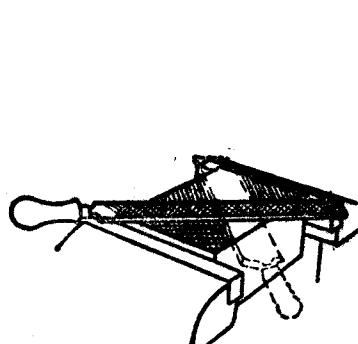

图 1-12 交叉锉
2. 交叉锉 交叉锉是锉痕交叉的锉法(图1-12)。从锉痕交叉处的接合情况可以判断锉面的凸凹现象和大致程度,从而便于锉平平面。同时交叉锉加大了锉刀与工件的接触长度,使锉刀的运动较为平稳。